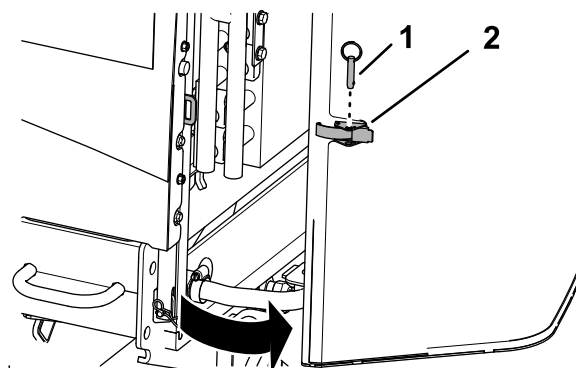

Figure 66
1. Retirez la goupille sphérique du verrou de la protection (Figure 66).